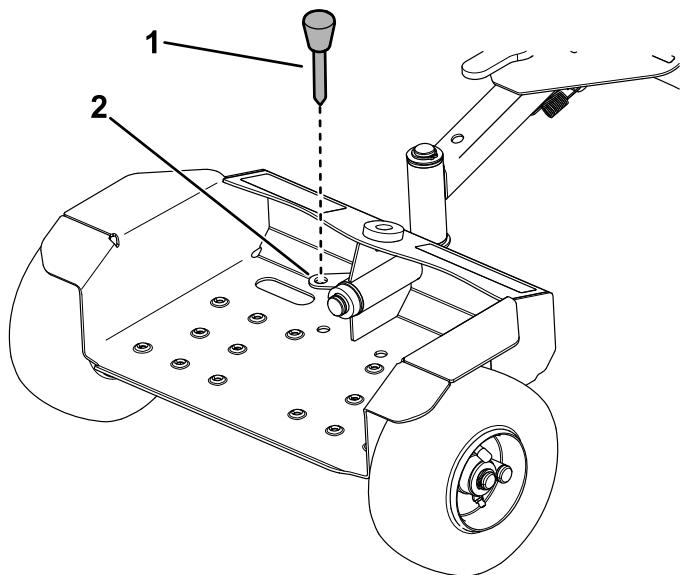

Figura 5
- Guarde o pino de transporte na placa do pino mostrada na Figura 5.
6. Para descer a plataforma de transporte, empurre o trinco para trás e utilize a pega para descer a plataforma. Remova o pino de transporte e guarde na placa do pino (Figura 5).